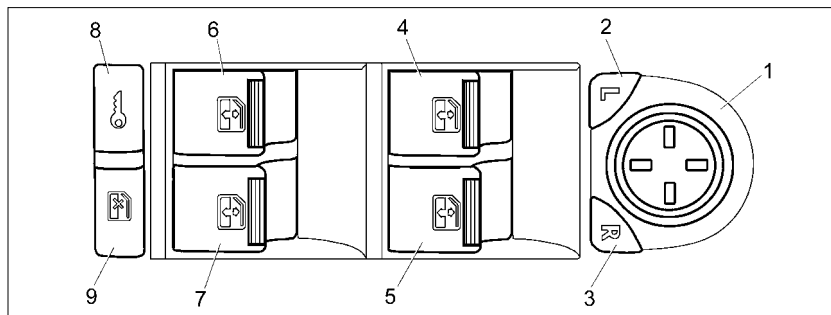
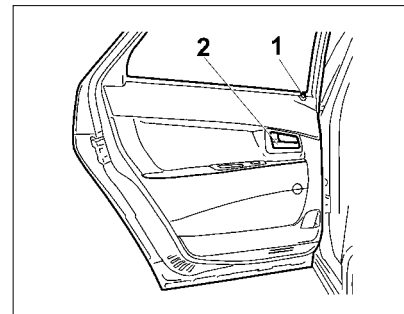

Рис. 6. Модуль двери водителя
Рис. 7. Задняя левая дверь
ционного управления; изнутри – нажатием кнопки 1 (рис. 4, 5) на обивке двери или клавиши 8  в модуле двери водителя (рис. 6). Блокировать замки передних дверей можно только при закрытых дверях.
* В варианте исполнения переключателя поз. 6, 7, 9 рис. 6 могут отсутствовать.
Для подъема и опускания стекол передних и задних дверей используются электростеклоподъемники, которые могут управляться от переключателей модуля двери водителя (рис. 6, поз. 4...7)*, от переключателей в пассажирских дверях и от кнопок  и  пульта дистанционного управления. Для подъема нужного Вам стекла потяните за край соответствующего переключателя электростеклоподъемника вверх.
ем кнопки 1 (рис. 7, 8) на двери или клавиши 8  в модуле двери водителя (рис. 6). Блокировка замков задних дверей возможна как при открытых, так и при закрытых дверях.
Для опускания и подъема стекла задних дверей используются электростеклоподъемники (**в варианном исполнении**), которые приводятся в действие переключателями 6 и 7 (рис. 6) в модуле двери водителя и кнопками  и  пульта дистанционного управления.